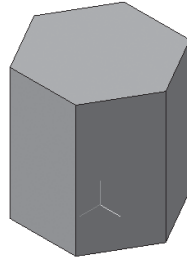

Рисунок 1.10 - Шестикутна призма
- на Інструментальній панелі **Вид** виберіть команду **полутонове, півтонове з каркасом** (рис. 1.10).